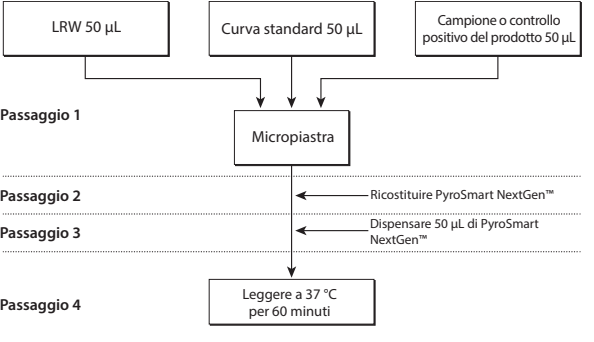

Figura 2 - Uno schema della procedura di analisi per i saggi nel lettore di micropiastre
4. Preparare la sessione del test come mostrato nella figura 2.